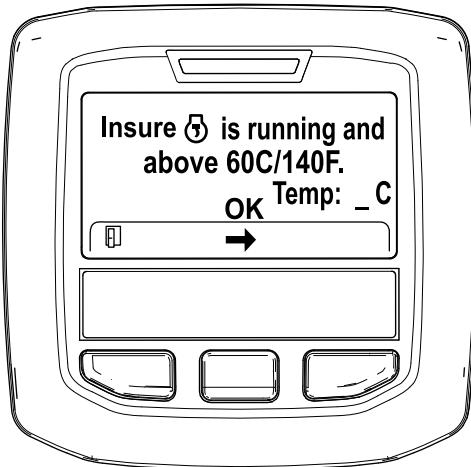

Figura 52
5. Se la temperatura del refrigerante è inferiore a 60 °C, viene visualizzato il messaggio "Insure is running and above 60C/140F" (Assicurarsi che sia in funzione e sopra 60 °C). (Figura 52).